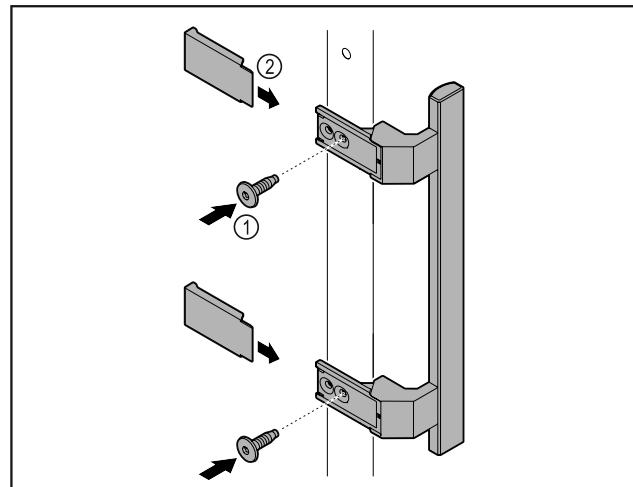

Fig. 7
- Монтирайте дръжката от пакета с принадлежности с приложените винтове Fig. 7 (1) на вратата.
- Нахлuzете капака Fig. 7 (2).